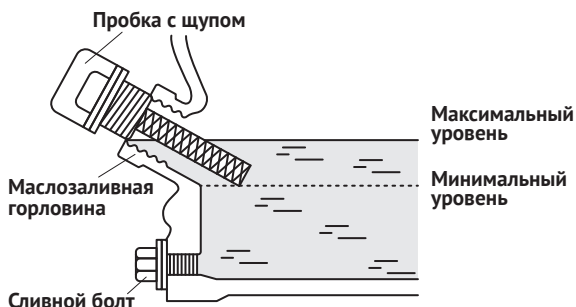

Рис. 14
Проверка и заливка масла в картер двигателя (рис. 14) производится в следующем порядке:
1. Поместите под двигатель подходящую ёмкость для слива использованного масла, открутите пробку с масляным щупом из маслозаливной горловины, выверните сливной винт (поз. 8, рис. 1 и рис. 14).